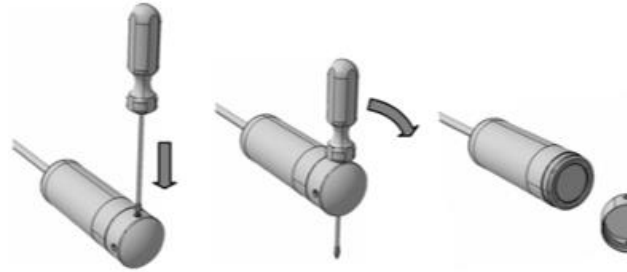

Рисунок 3. Алгоритм снятия колпачка.
4.13. Датчик имеет защитный пластиковый колпачок. Колпачок снимается, если измеряется уровень вязкой жидкости, и, если необходимо провести очистку сенсора (см. рис. 3). Для снятия защитного колпачка удобно использовать отвертку. Её следует осторожно (не касаясь мембраны сенсора) продеть через два отверстия на конце датчика до упора и, используя ручку отвертки в качестве рычага, отстегнуть колпачок.